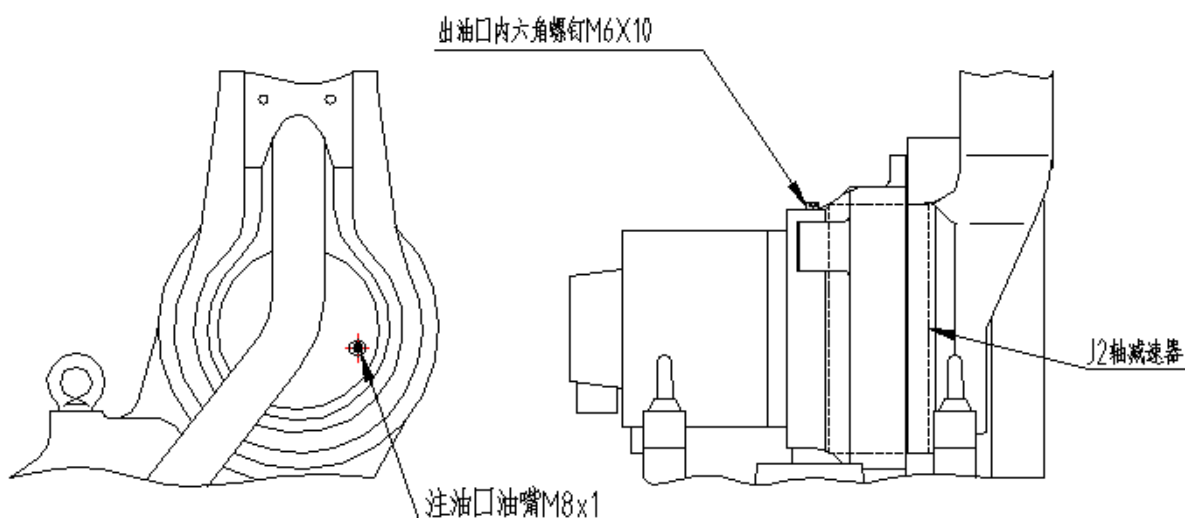

图 14 J2 轴减速机局部结构
(1) 油脂补充步骤（参考 图 14 J2 轴减速机局部结构）
④ 安装排油口堵塞前，运动 J2 轴几分钟，使多余的油脂从排油口排出；
⑤ 用布擦净从排油口排出的多余的油脂，在排油口安装堵塞。堵塞的螺纹处要缠生胶带并用扳手拧紧。
(2) 油脂更换步骤（参考 图 14 J2 轴减速机局部结构）